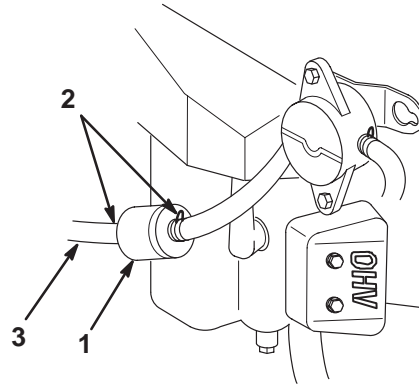

Figure 29
4. Pincez les extrémités des colliers et faites glisser ceux-ci pour les éloigner du filtre (Fig. 29).
6. Posez un filtre neuf et rapprochez les colliers de fixation du filtre (Fig. 29).
5. Desserrez le collier de serrage au niveau du filtre à carburant et repoussez-le le long de la conduite d'alimentation pour l'éloigner du filtre (Fig. 29).
6. Débranchez la conduite d'alimentation du filtre (Fig. 29).
Rapprochez le collier de serrage du filtre pour fixer la conduite d'alimentation (Fig. 29).